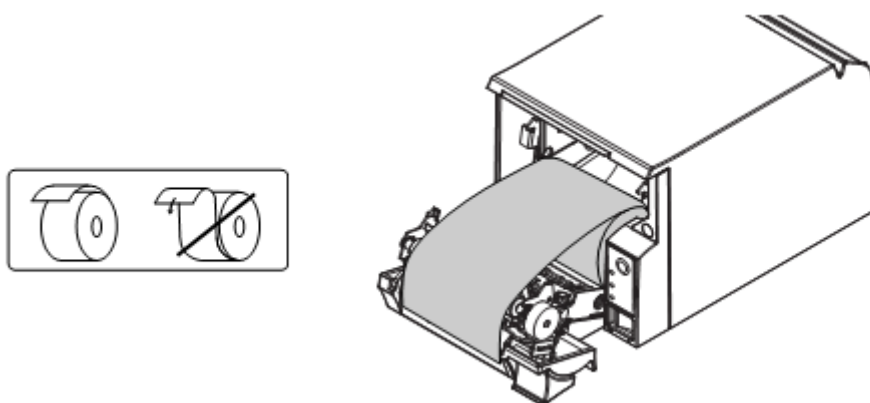

Рис. 4
- поместить рулон ленты в лоток в соответствии с Рис. 4;